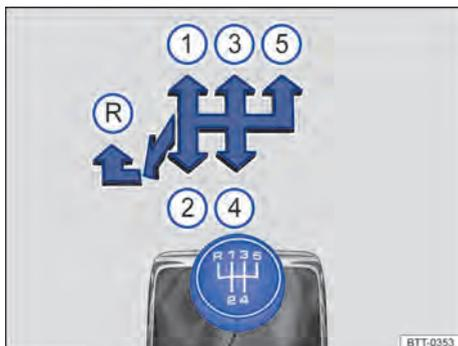
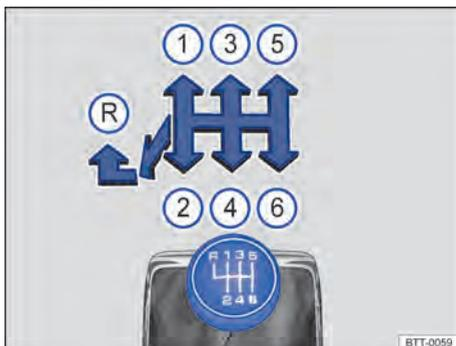

Fig. 129 Esquema de troca de marchas da transmissão manual de 5 velocidades.
Fig. 130 Esquema de troca de marchas da transmissão manual de 6 velocidades.
As posições de cada marcha estão representadas na alavanca da transmissão ⇒ **Fig. 129** ou ⇒ **Fig. 130**.
- Empurrar a alavanca da transmissão totalmente para a esquerda e depois para frente até a posição de marcha a ré ⇒ **Fig. 129**  ou ⇒ **Fig. 130** .